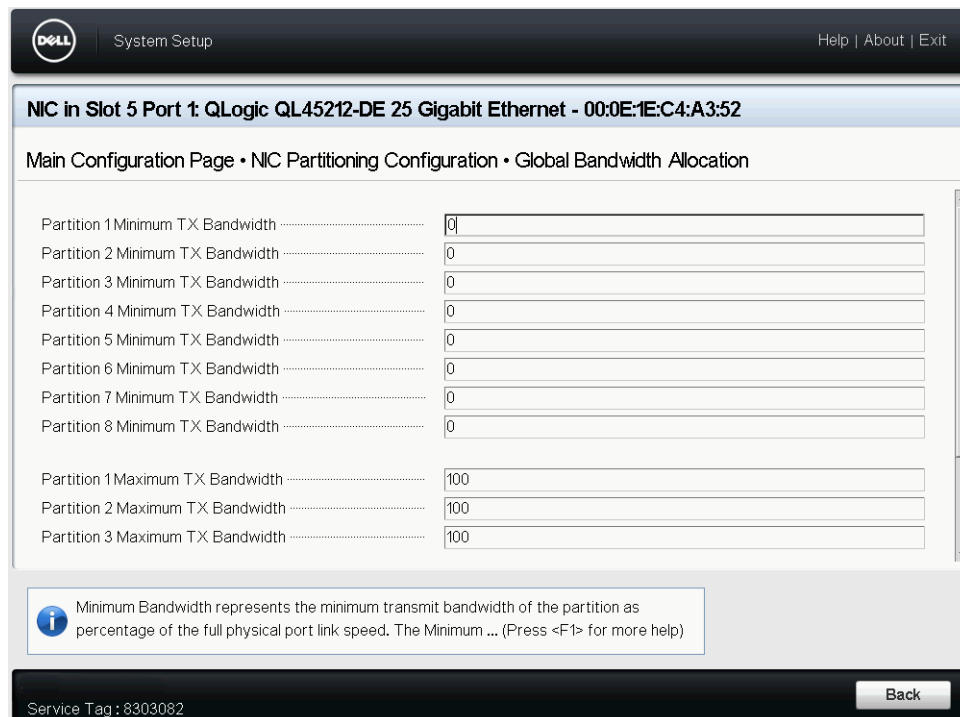

Figura 5-12. Página Global Bandwidth Allocation (Asignación global del ancho de banda): modo NPAReP activado
3. En la página Global Bandwidth Allocation (Asignación de ancho de banda global) (Figura 5-12), haga clic en el campo de ancho de banda TX mínimo y máximo de cada partición para la que desee asignar ancho de banda. Hay cuatro particiones por puerto si se desactiva el modo NPAReP y ocho particiones por puerto si se activa este modo. El modo NPAReP requiere que ARI esté activado en el BIOS para la ranura PCI del adaptador.